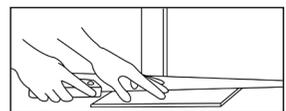

Figure 4
- Raccourcissez les montants et les chambranles de porte. Retirez les plinthes, les quarts-de-rond ou les seuils de porte existants. Vous les réinstallerez après la pose. Tous les montants et les chambranles de porte devraient être raccourcis afin d'éviter des coupes difficiles (Figure 4).